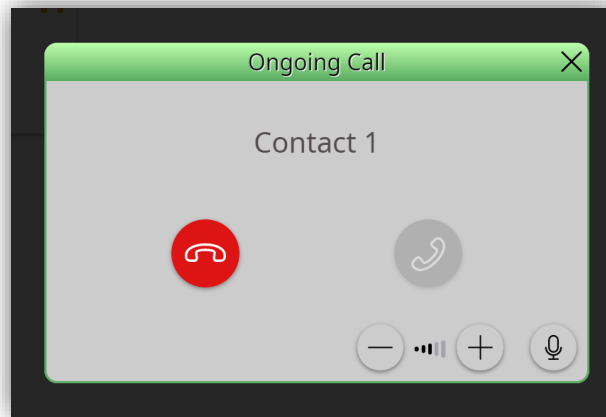

Abbildung 148 . Laufender Anruf
- **Anruf annehmen**: Öffnet den Dialog für laufende Anrufe (Abbildung148) und initiiert die Audioverbindung.
Wenn Sie einen eingehenden internen Anruf annehmen, wird die Schnittstelle in Abbildung 148 angezeigt.